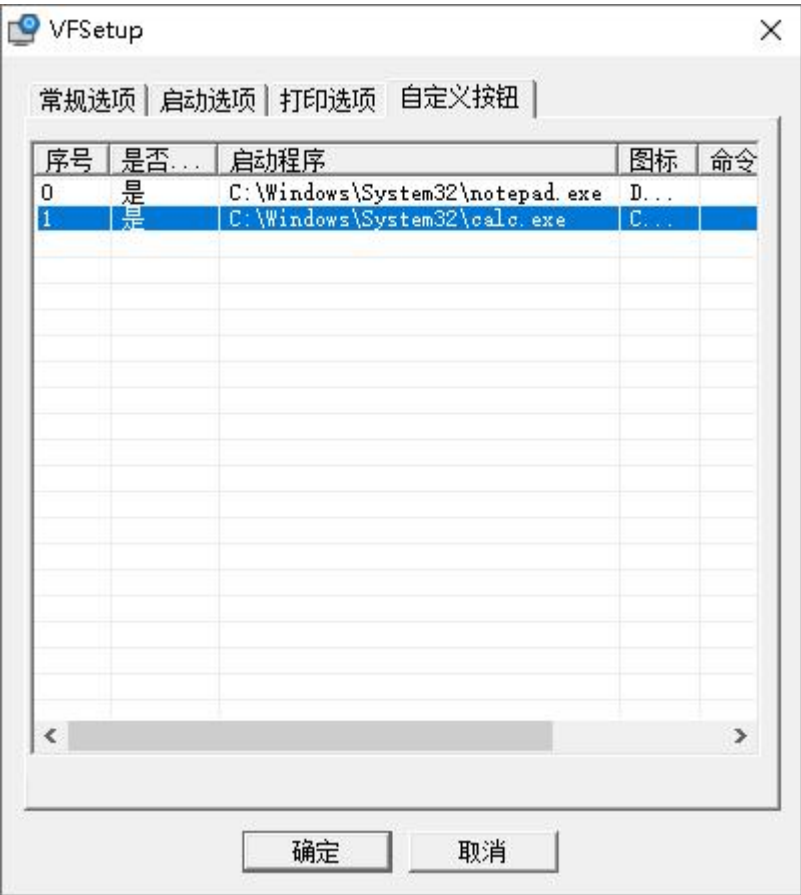

图 5-9 自定义按钮信息配置完成
2) 配置完成以后显示如图 5-9 所示,点击确定按钮完成自定义按钮配置。
- 如果在图 5-9 所示的对话框中点击“取消”按钮，则表示放弃本次自定义按钮配置信息。
在图 5-9 所示的对话框中，选中已经添加的自定义按钮项，双击，弹出“自定义按钮配置”对话框，即可修改配置信息。
在图 5-9 所示的对话框中，选中已经添加的自定义按钮项，在图 5-5 所示的右键菜单中选择“删除选定”即可删除此自定义按钮。